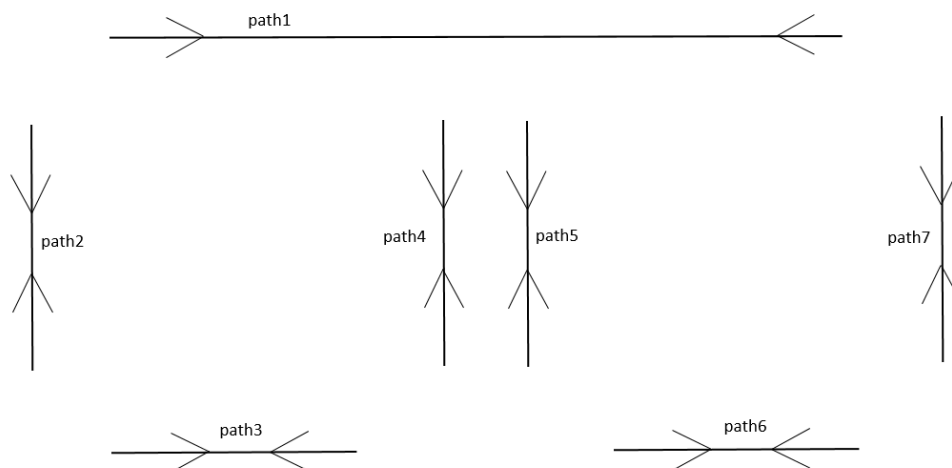
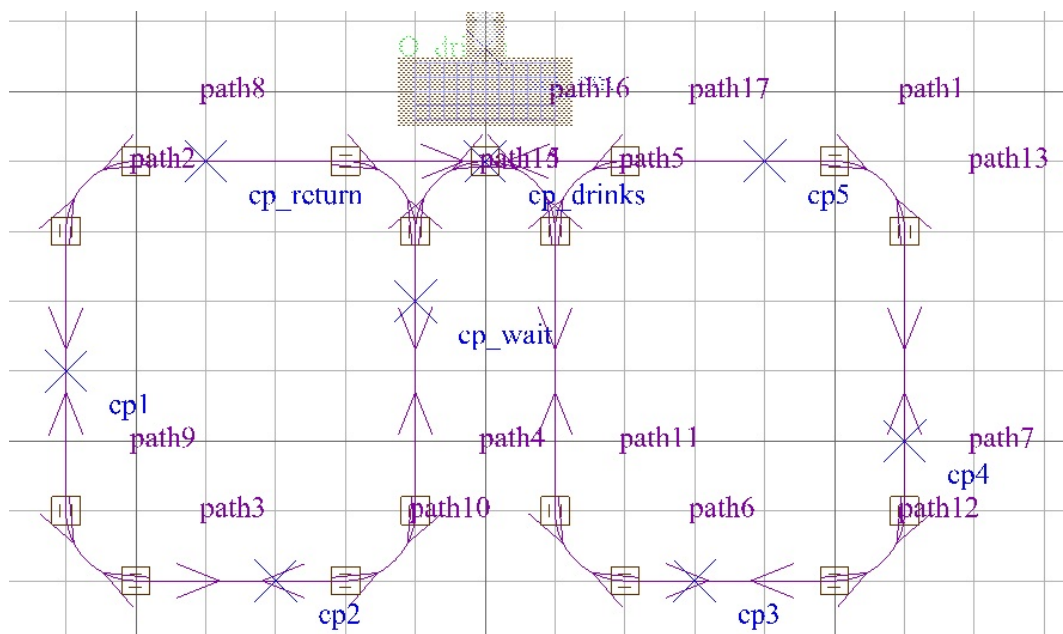

Abbildung 8.4: Layout der geraden Wegabschnitte
Abbildung 8.8: Layout in der Automod-Ansicht
Schritt 3: Die Wege entsprechend der Abbildung 8.4 einzeichnen. Da die Darstellung in *Automod* nicht sehr übersichtlich ist sind in den nächsten Abbildungen die einzelnen Objekte klarer dargestellt. Die Darstellung in *Automod* wird dann in Abbildung 8.8 gezeigt. Das Einzeichnen der Wege erfolgt analog dem Einzeichnen der Förderbandabschnitte.